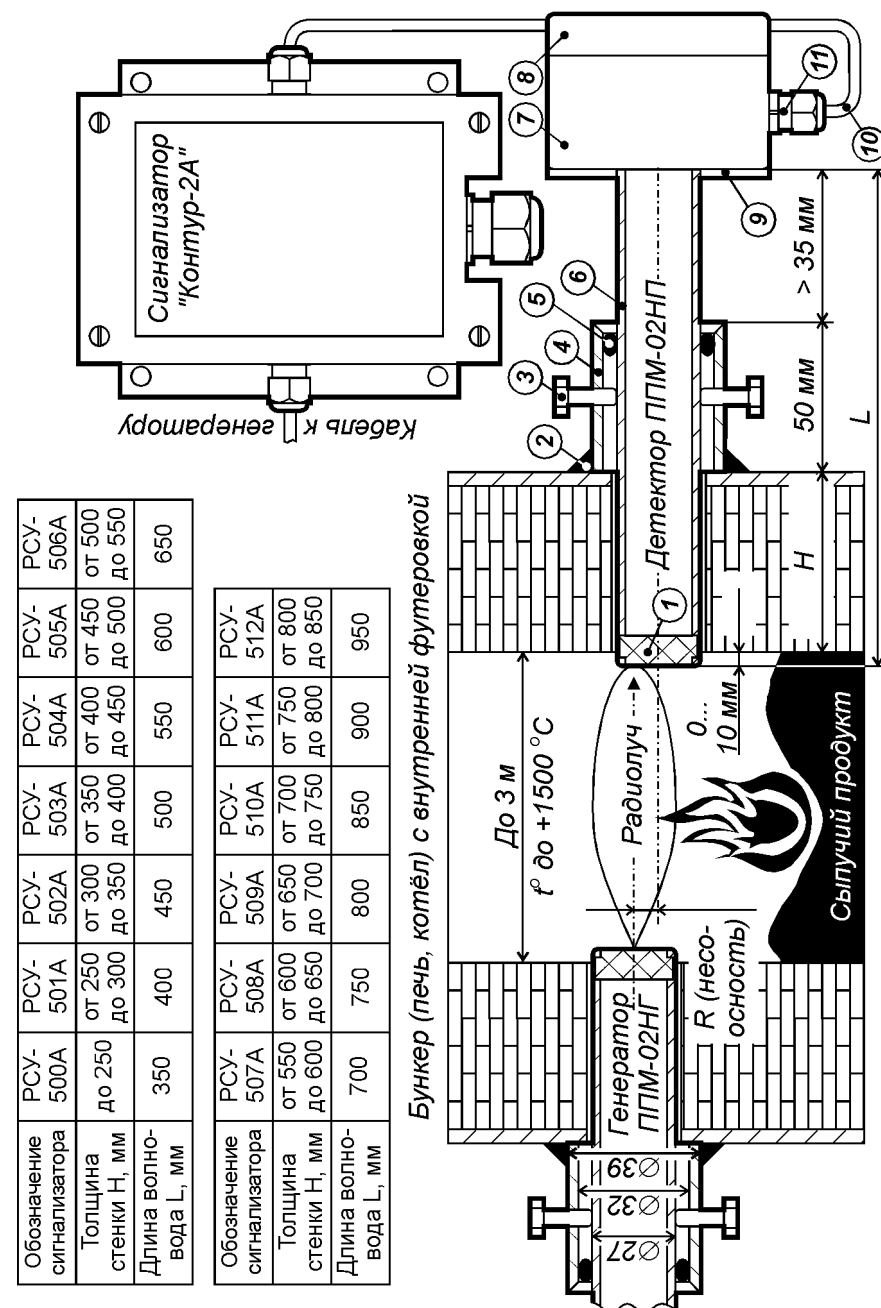

Рис. 1. Принцип действия датчиков уровня серии РСУ-500А.
Принцип действия датчиков уровня серии РСУ-500А (далее – «датчиков») основан на ослаблении амплитуды радиосигнала, проходящего сквозь слой контролируемого продукта (рис. 1).
В комплект поставки датчика входят микроволновые генератор и детектор. Они устанавливаются в соосные отверстия на противоположных стенках бункера: толщина стенок может достигать 850 мм (см. таблицу обозначений на рис. 1).
Генератор ППИМ-02НГ и детектор ППИМ-02НП имеют одинаковую конструкцию, показанную на рис. 1.
К корпусу через латунный фланец [поз. 9] прикреплен круглый волновод [поз. 6], изготовленный из терморезистивного металлического сплава. Со стороны контролируемого продукта волновод закрыт жаростойкой диэлектрической заглушкой [поз. 1]. Требуемая длина волновода L зависит от толщины футерованной стенки бункера и кодируется в обозначении типа датчика в соответствии с таблицей на рис. 1.
Установка генератора и детектора на бункер или его конический сход должна проводиться в строгом соответствии с рис. 1.
Сигнал, излучаемый генератором, является поляризованным: при повороте оси детектора относительно оси генератора (оси обозначены на рис. 1 штрих-пунктирной линией) чувствительность датчика резко снижается и при угле поворота в 90° падает практически до нуля.
1. Просверлить на противоположных стенках бункера, друг напротив друга сквозные отверстия диаметром 28...30 мм. Несоосность отверстий (R на рис. 1) не должна превышать 5% от внутреннего диаметра (сечения) бункера.
3. Измерить расстояние от внутренней поверхности футерованной стенки бункера до внешней грани крепёжной трубы. Отмерив указанное расстояние от торца керамической заглушки (поз. 1 на рис. 1) нанести на волновод (поз. 6 на рис. 1) соответствующую метку.
4. Избегая перекосов, вставить в подготовленные отверстия через крепёжные трубы генератор ППМ-02НГ и детектор ППМ-02НП до совпадения метки с внешним краем крепёжной трубы. Модуль должен быть установлен заподлицо с внутренней поверхностью стенки или выступать внутрь бункера не более, чем на 10 мм (см. рис. 1). При этом расстояние между внешней гранью крепёжной трубы и латунным фланцем (поз. 9 на рис. 1) должно быть не менее 35 мм.
6. Между волноводом и крепёжной трубой (см. рис. 1) необходимо проложить термостойкий шнур из комплекта поставки. Шнур укладывается равномерно слоем 1,5 – 2 витка и обеспечивает защиту пластикового корпуса генераторного (детекторного) модуля от открытого пламени.